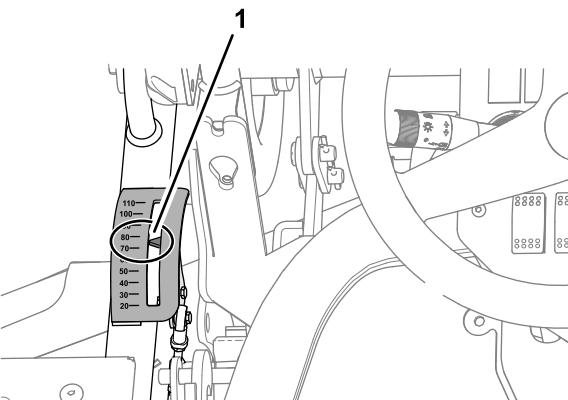
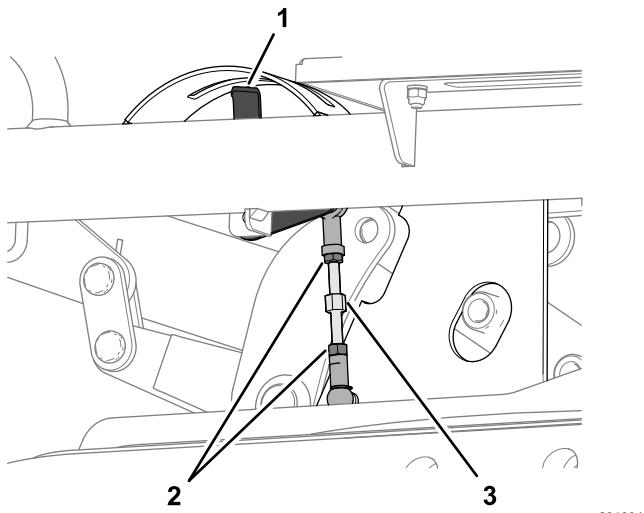

Bild 130
Bild 131
2. Setzen Sie sich auf den Sitz und schauen Sie auf den Zeiger der Schnitthöhenanzeige (Bild 130).
- A. Lösen Sie die zwei Klemmmuttern, mit denen der Schnitthöhenlenker befestigt ist (Bild 131).
- B. Drehen Sie den Lenker, bis der Zeiger der Schnitthöhenanzeige (aus der Sicht vom Bedienersitz) mit der 75-mm-Markierung ausgefluchtet ist (Bild 130 und Bild 131).
- C. Ziehen Sie die zwei Klemmmuttern an (Bild 131).